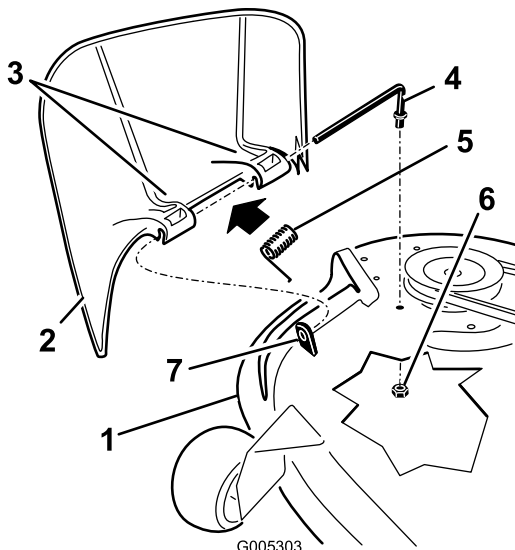

Figure 60
1. Localisez les éléments montrés à la Figure 60.
2. Retirez l'écrou ($\frac{3}{8}$ pouce) de la tige, sous le tablier de coupe (Figure 60).
3. Sortez la tige de la courte cheville de positionnement, du ressort et du déflecteur d'herbe (Figure 60). Déposez le déflecteur d'herbe s'il est endommagé ou usé.
4. Remettez en place le déflecteur d'herbe (Figure 60).
6. Placez le ressort sur la tige, les fils d'extrémité dirigés vers le bas, entre les supports du déflecteur d'herbe. Insérez la tige dans le deuxième support du déflecteur d'herbe (Figure 60).
7. Insérez la tige à l'avant du déflecteur dans la courte cheville de positionnement sur le tablier. Fixez l'extrémité arrière de la tige dans le tablier de coupe à l'aide d'un écrou ($\frac{3}{8}$ po) (Figure 60).